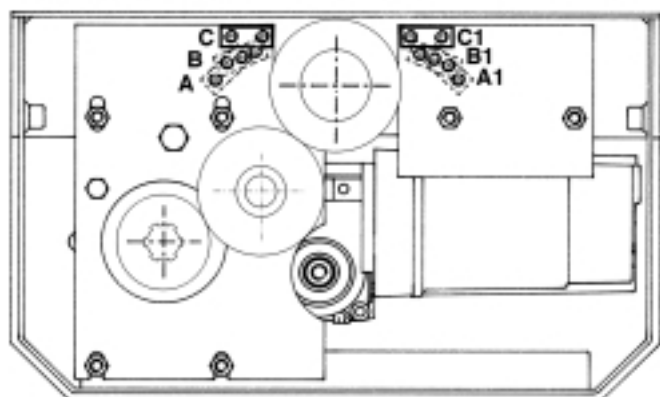

Fig. 4
**MAGIC nella versione 180° (Fig. 4)** permette l'apertura dell'anta fino a 180° con l'albero di uscita del motore in asse coi cardini dell'anta.
**MAGIC 180° version (fig 4)**: installing this version, a gate can be rotated through 180° with the drive shaft coaxially aligned with the hinge centre.
**MAGIC, dans la version 180° (Fig. 4)** permet l'ouverture du vantail jusqu'à 180° avec l'arbre en sortie de moteur en axe des gonds du vantail.
**MAGIC Version 180° (Abb. 4)**: Bei koaxialer Position von Motorabtriebswelle und Flügelscharnieren beträgt die max. Flügelöffnung 180°.